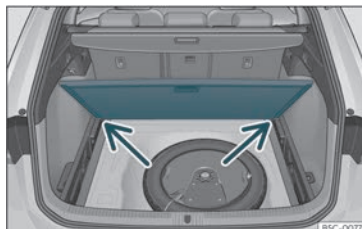

Fig. 114 Piano variabile del bagagliaio: posizione inclinata.
- Appoggiare il piano sugli appositi alloggiamenti»» fig. 114 (freccie).